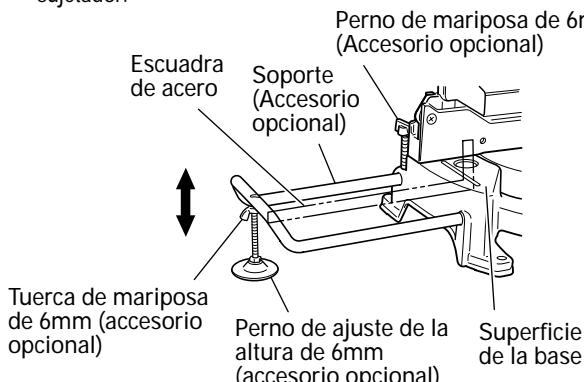

Fig. 9
- (1) Como se indica en la Fig. 9, utilice una escuadra de acero para alinear el borde superior de los soportes con la superficie de la base.